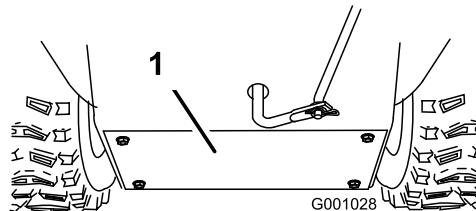

Figure 55
- Retirez le couvercle arrière (Figure 55).